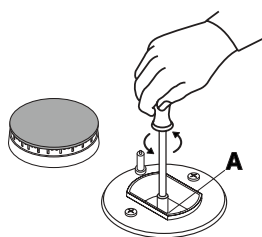

fig.12
- dévissez les injecteurs (fig. 12) à l'aide d'une clé à tube de 7 mm. et remplacez-les par les injecteurs adaptés au nouveau type de gaz (voir tableau 1 "Caractéristiques des brûleurs et des injecteurs") remontez les différentes parties en effectuant les opérations dans le sens inverse.